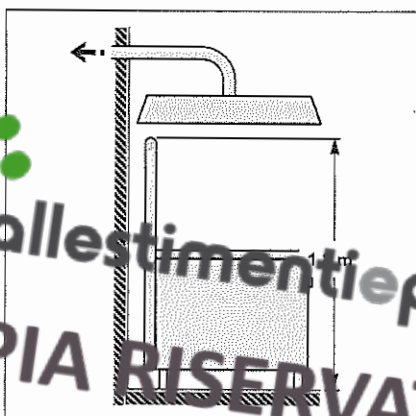

Fig. 20 Scarico fumi attraverso cappa di aspirazione
- La parte terminale del condotto di evacuazione dell'apparecchiatura deve trovarsi a circa 1,8 m dalla superficie di appoggio dell'apparecchiatura e la sezione di sbocco del condotto di evacuazione dei prodotti di combustione deve essere collocata entro il perimetro di base della cappa (vedi Fig. 20 Scarico fumi attraverso cappa di aspirazione).